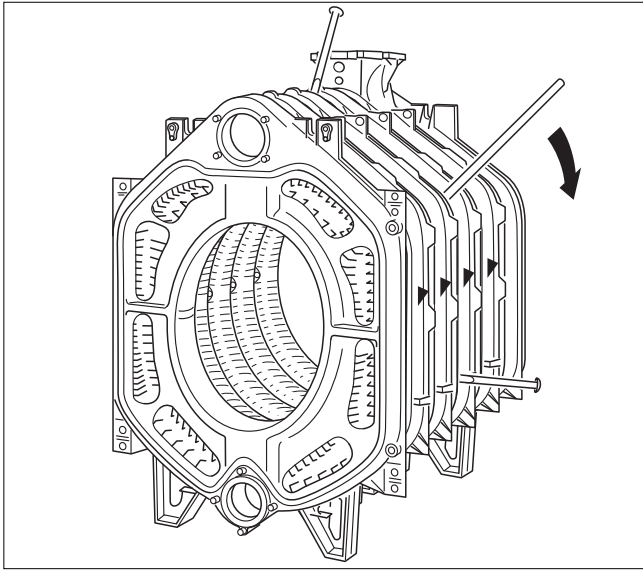

Рис. 25 Разъединение секций котла
- ▶ Вставьте (забейте) клинья или зубило в предусмотренные для этого места, вверху и внизу между секциями и разберите котловый блок в месте утечки (→ рис. 25).